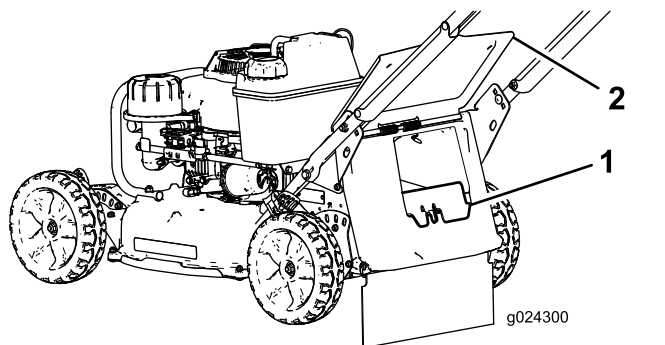

图19
- 如果后排草塞未安装请抓住排草塞的手柄抬起后门将排草塞插入后排草斜槽直至门锁定到位 图19。
3. 用拇指将门锁定推入并将排草塞从机器中拉出卸下后排草塞 图19。